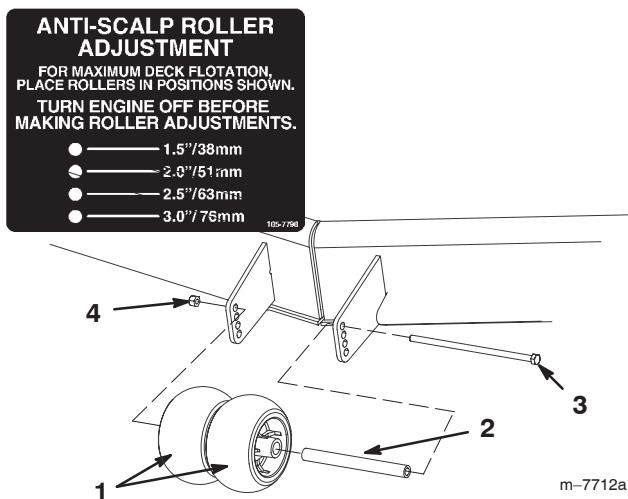

Figure 19
- Lorsque la hauteur de coupe est réglée, enlevez l'écrou à collarette, la bague et le boulon (Fig. 19).
- Choisissez le trou qui convient pour que les galets centraux se trouvent le plus près possible de la hauteur de coupe correspondante voulue (Fig. 19).
- Posez les galets centraux, la bague, l'entretoise, le boulon et l'écrou (Fig. 19).